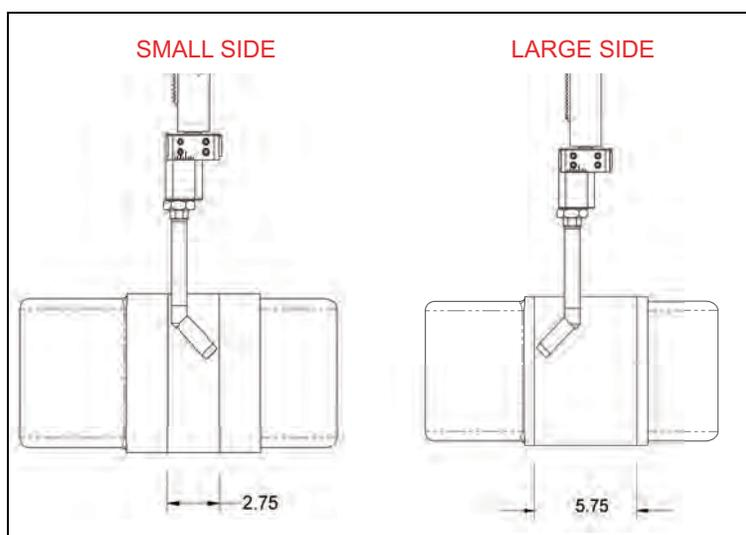

РИСУНОК 3-7. ПОВОРОТНОЕ КРЕПЛЕНИЕ И ПОЛОЖЕНИЕ ГОРЕЛКИ (МАЛАЯ СТОРОНА СЛЕВА, БОЛЬШАЯ СТОРОНА СПРАВА)
- Прикрепите горелку (и удлинители, если требуется) к поворотному креплению станка и закрепите горелку в соответствующем положении поворотной гайкой 38 мм (1,5 дюйма), как показано на Рис. 3-7 на стр. 46..